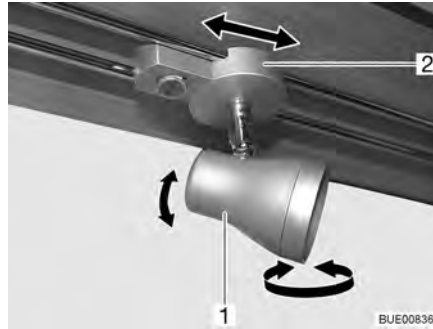

Fig. 49 Faretto
- Afferrare l'involucro (Fig. 49,1) e girarlo.
- Afferrare il supporto (Fig. 49,2).